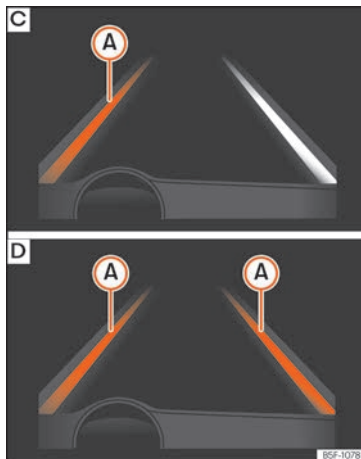

Fig. 279 En la pantalla del cuadro de instrumentos: indicación en la pantalla del sistema de aviso de salida del carril (ejemplo 2).
- El sistema está trabajando, la línea resaltada **A** indica que había riesgo de sobrepasar la línea de carril involuntariamente y está actuando sobre la dirección para corregir la trayectoria » **fig. 279 C**.
- Las dos líneas resaltadas **A** se encienden a la vez cuando tenemos las dos líneas de carril reconocidas y la función de Guiado adaptativo en el carril está activada » **fig. 279 D**.